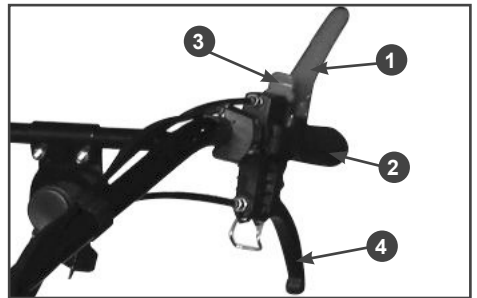

Рис.12 Левая рабочая рукоятка
2. Рычаг выключателя двигателя 1 (Рис.12) нажмите и зафиксируйте стопором.
При возникновении аварийной ситуации, для экстренной остановки мотоблока переведите рычаг выключения двигателя в верхнее в положение Рис.12.